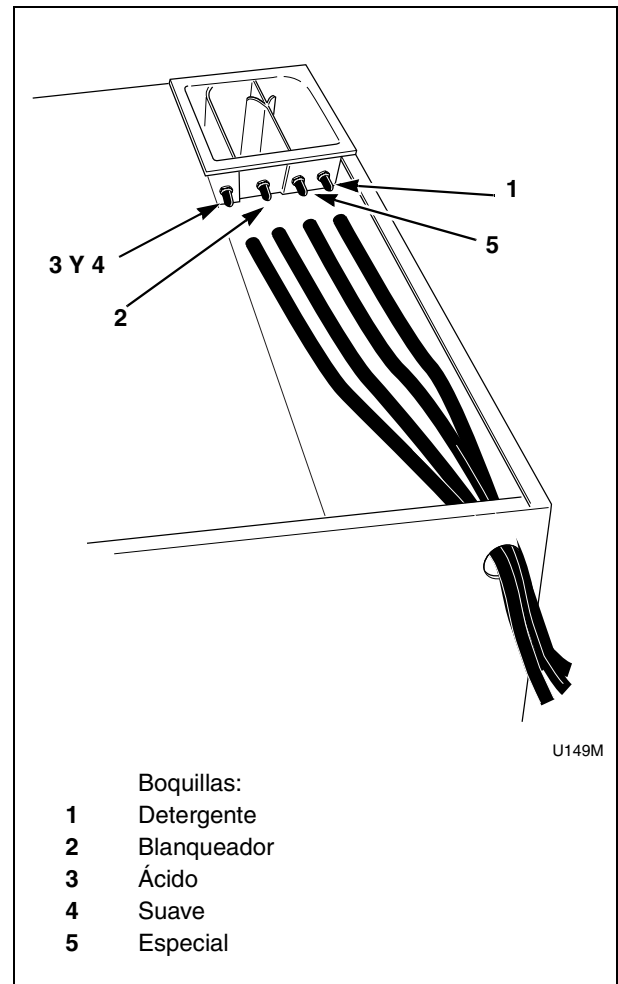

Figura 11
3. Ubique las 4 boquillas con tapa en el distribuidor de suministro líquido y quite las tapas. Consulte la Figura 11.